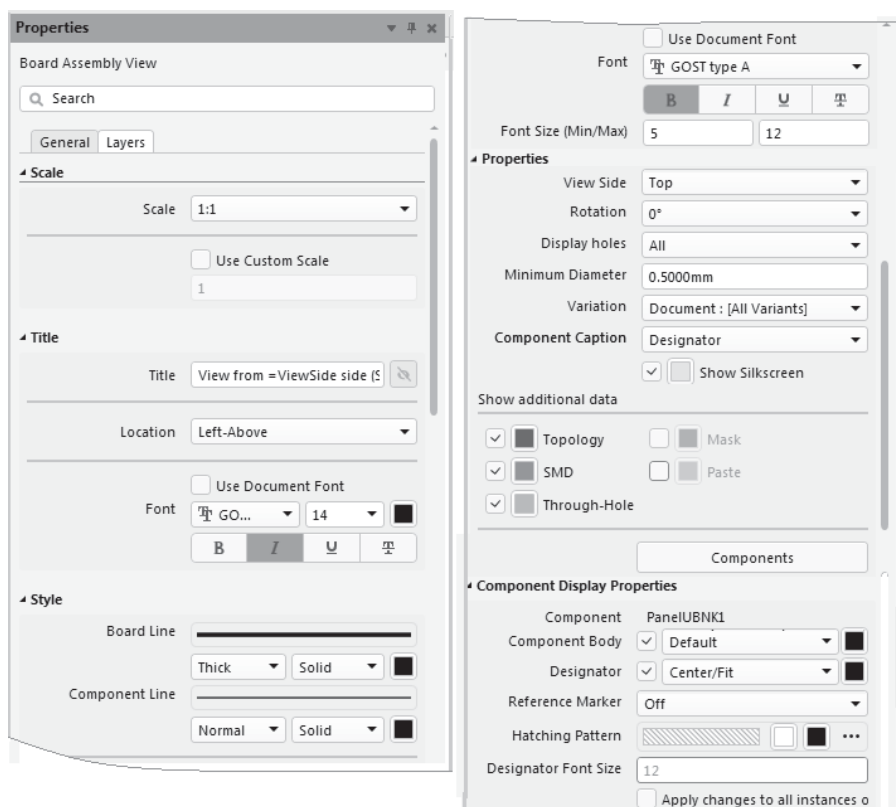

Рис. 12.5. Панель свойств вида сборки: масштаб, заголовок, стиль линий (слева); шрифт, проекции, топология, компоненты (справа)
2. Для каждого из видов перейти на панель **Properties** (рис. 12.5):
- в секции **Properties** (рис. 12.5, справа):